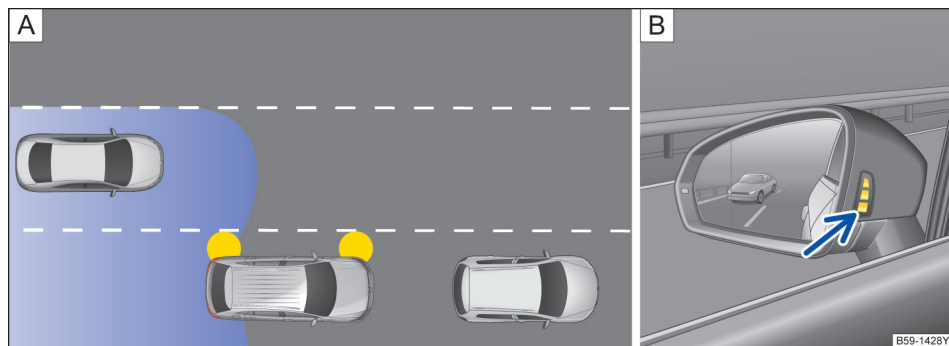
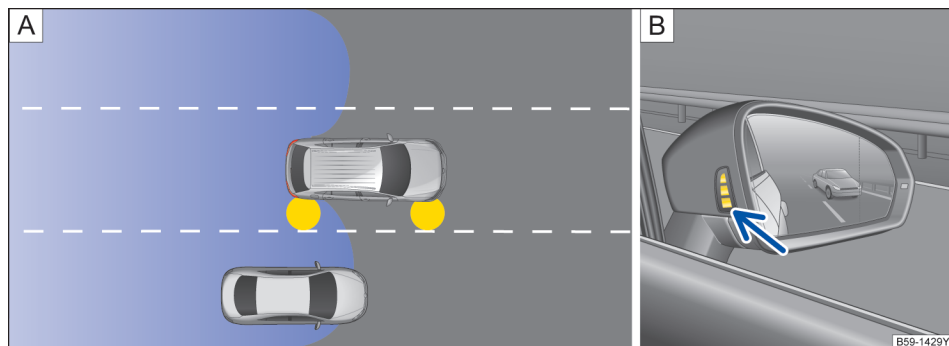

图 151 原理图：A 后方有车超车的行驶状况 B 左侧车外后视镜上的变道辅助传感器显示
图 152 原理图：A 超车和并道的行驶状况 B 右侧车外后视镜上的变道辅助传感器显示
→ 图 151 B (箭头) 或 → 图 152 B (箭头)：
- 当另一辆汽车正在超越本车时 → 图 151 A。
- 在以约 10 km/h 的速度差超越另一辆汽车时 → 图 152 A。在明显快得多的超车过程时不会出现显示。